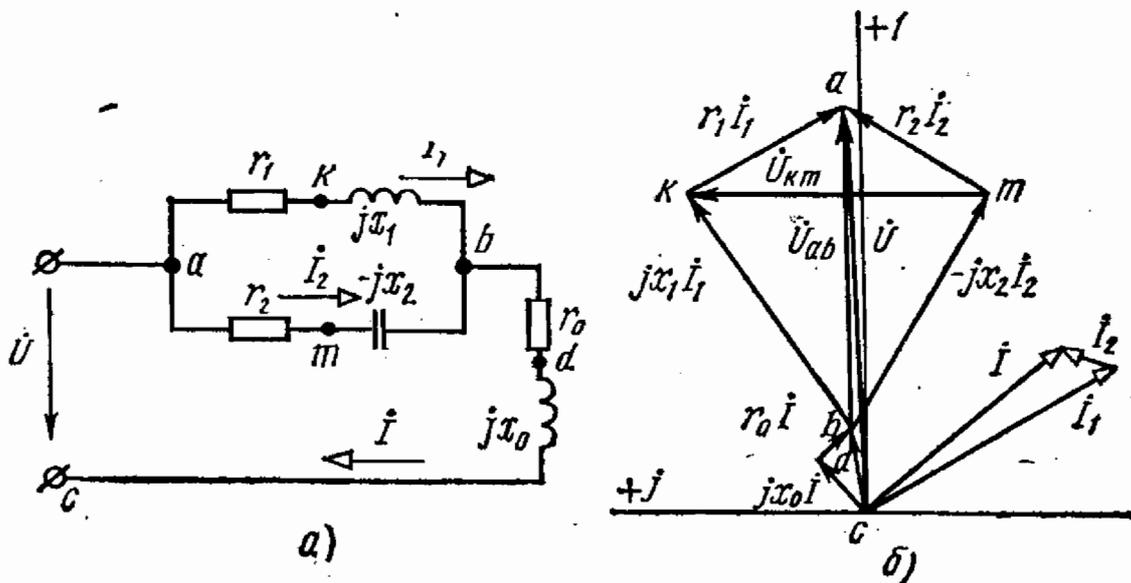

Рис. 4.39
4.39. Для цепи рис. 4.39, а найти комплексы токов I_1, I_2, I , комплекс напряжения \dot{U}_{km} между точками k и m схемы и комплекс
Топографическая диаграмма приведена на рис. 4.39, б.
4.40. Найти комплексы мощностей отдельных ветвей цепи схемы рис. 4.39, а и составить баланс мощностей.